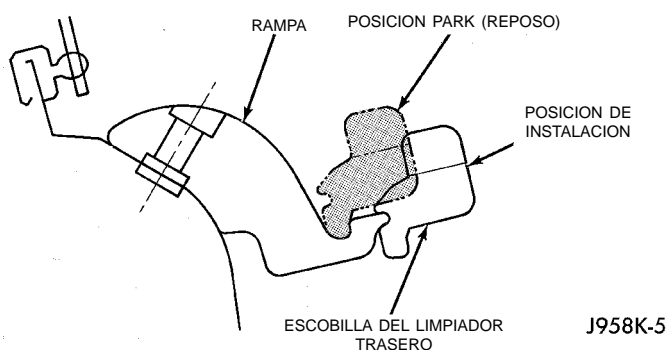

Fig. 8 Instalación del brazo del limpiador trasero
(2) Retire el brazo del eje transmisor del motor balanceándolo.
(3) Instale el brazo del limpiador trasero con el motor del limpiador en la posición PARK (reposo). Coloque la escobilla del limpiador trasero en la posición de instalación en la rampa (Fig. 8) y apriete la tuerca de retén con una torsión de 18 N·m (160 lbs. pulg.).